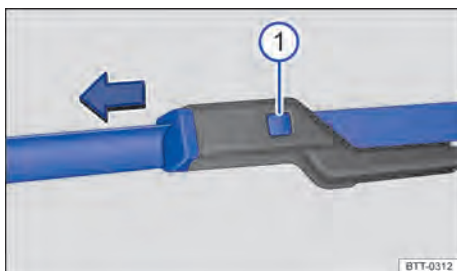

Fig. 185 Substituir as palhetas dos limpadores do para-brisa.
- Manter o botão de destravamento → Fig. 185 ① pressionado e, ao mesmo tempo, retirar a palheta do limpador do para-brisa no sentido da seta.